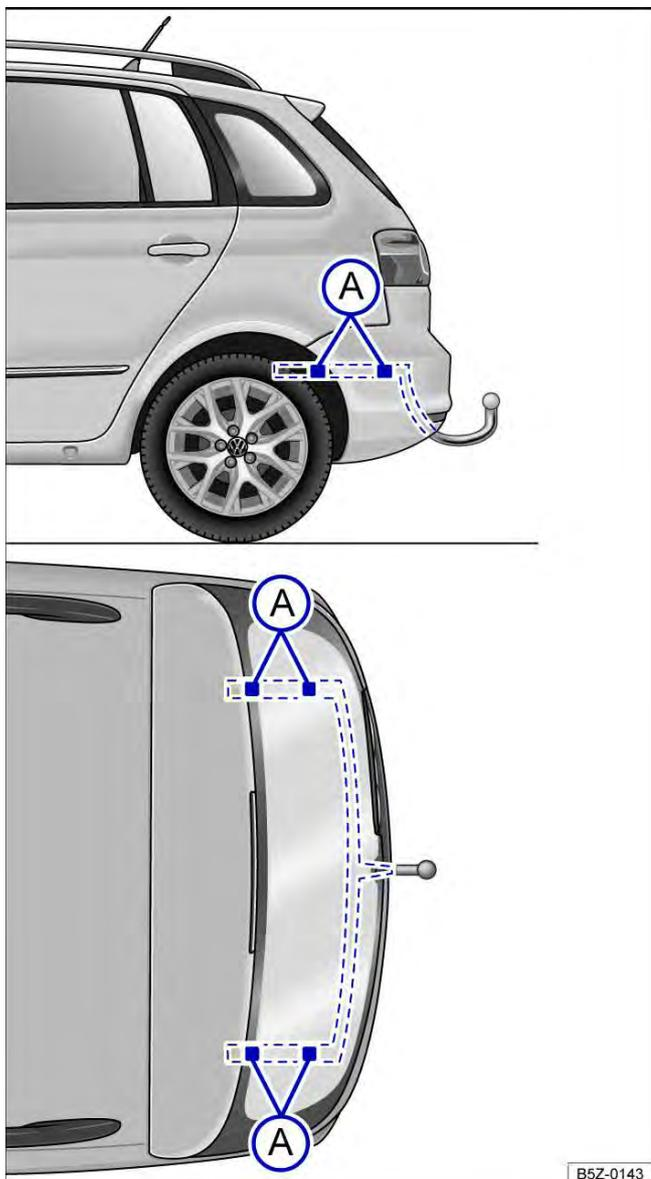

Fig. 129 Pontos de fixação para instalar um dispositivo de reboque posteriormente.
A figura → Fig. 129 ilustra, como exemplo, o ponto de fixação para instalar um dispositivo de reboque do modelo Novo SpaceFox. O modelo Novo Space Cross segue o mesmo conceito.
A montagem posterior de um dispositivo de reboque deverá ser efetuada de acordo com as instruções do respectivo fabricante do engate, sempre respeitando os pontos de fixação indicados na → Fig. 129 (A).